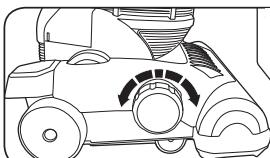

Fig. 6
2. Presione el botón de vaciado del contenedor de polvo para abrir la tapa del mismo, y vacíe el contenido en un cesto de basura (Fig. 6).